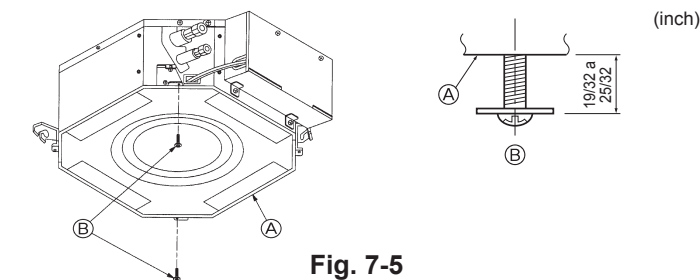
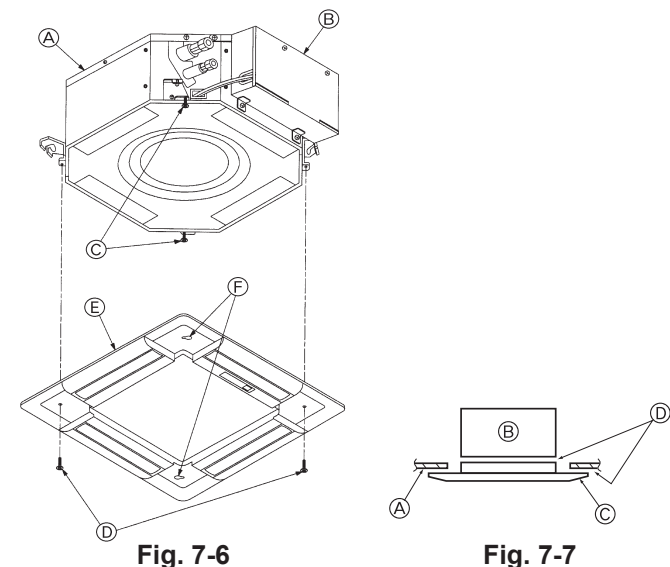
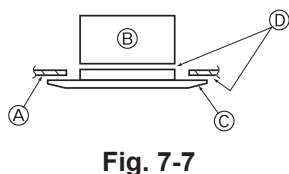

Fig. 7-5
Fig. 7-6
Fig. 7-7
7.3.1. Preparación (Fig. 7-5)
- (A) Unidad principal
- (B) Diagrama detallado de instalación de tornillo y arandela (accesorio).
7.3.2. Instalación temporal de la rejilla (Fig. 7-6)
- (B) Cubierta de las piezas eléctricas
- (C) Tornillo con arandela (de uso temporal)
- (D) Tornillo con arandela (Accesorio)
- (E) Rejilla
- (F) Orificio con forma de campana
7.3.3. Fijación de la rejilla (Fig. 7-7)
- (A) Techo
- (B) Unidad principal
- (C) Rejilla
- (D) Compruebe que no haya huecos.